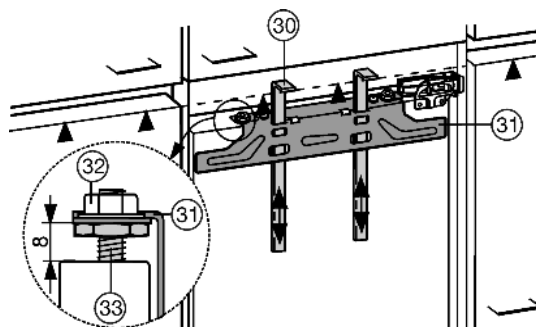

Fig. 18
De montagehulpmiddelen Fig. 18 (30) worden voor beide deuren benodigd. Monteer de kastdeuren na elkaar.
- ▶ Montagehulpstukken *Fig. 18 (30)* op kastdeurhoogte omhoog schuiven. Onderste aanslagkant ▲ van het montagehulpstuk = onderkant van de aan te brengen kastdeur.